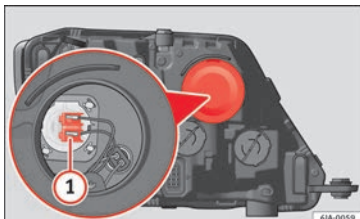

Fig. 91 Cambio de lámpara de la luz de carretera.
- Extraiga el conector » **fig. 91** ① tirando hacia afuera.